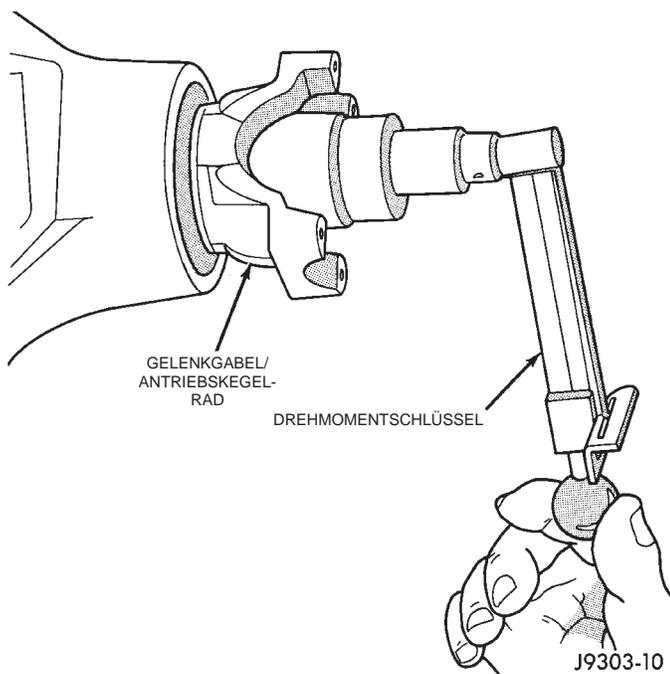

Abb. 9 Drehmoment des Antriebskegelrads messen
(3) Unterlegscheibe und eine neue Mutter auf der Welle des Antriebskegelrads montieren. **Die Mutter nur so fest anziehen, daß das Axialspiel der Welle beseitigt ist.**
(4) Die Welle mit dem Drehmomentschlüssel drehen und das Drehmoment notieren. Das erforderliche Drehmoment entspricht dem beim Ausbau gemessenen Drehmoment plus 0,56 N·m (5 in. lbs.) (Abb. 9).